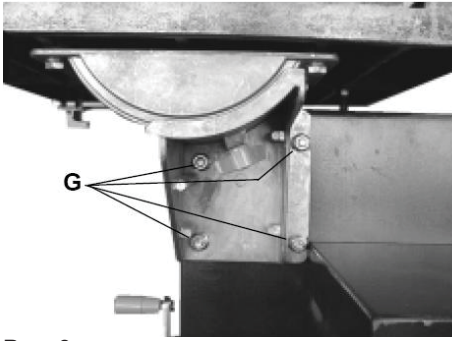

Рис. 8
- Чтобы выровнять стол относительно полотна, ослабьте 4 гайки M8 (G) (Рис. 8), с помощью которых крепится опора наклона стола к корпусу станка.